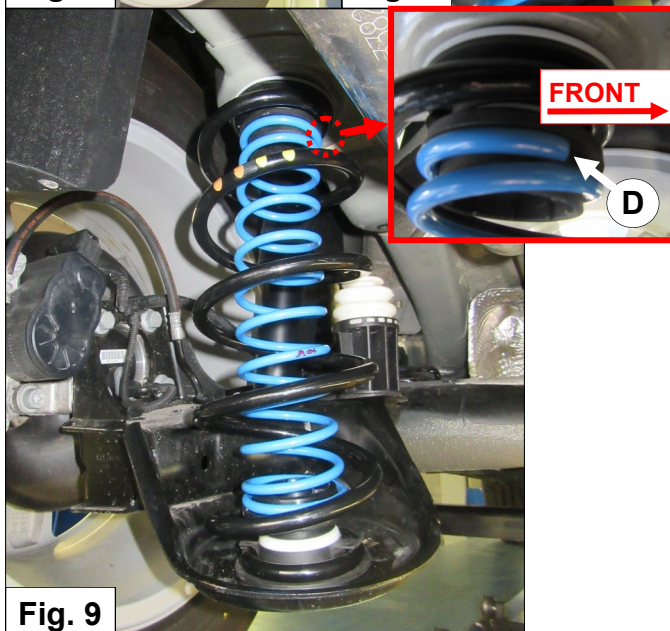

Fig. 9
11. Zentrieren Sie Federteller A in die Bohrung der oberen Federhalter. Siehe Abbildung 9.